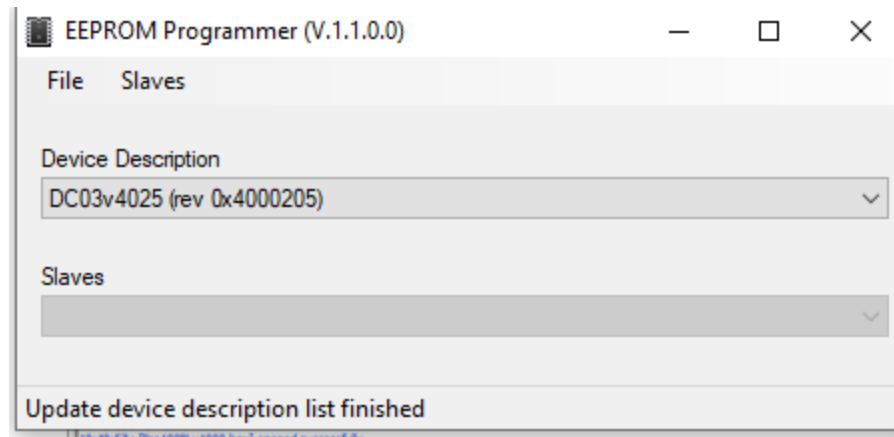

Рисунок 2
2.6.3. Выбрать верхнем меню утилиты «File» и открыть записываемый файл (расширение файла .xml). Название открытого файла отображается в поле «Device Description» (рисунок 2).